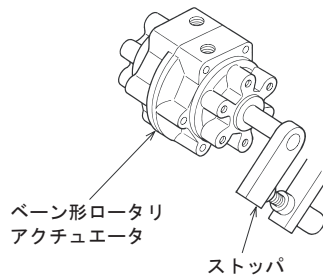

図5
- より精密な揺動角度が必要な場合は外部ストッパを設けてください。外部ストッパは調整式にしておくと角度調整に便利です。また停止精度の確保の点から、できるだけ半径の大きいところに設置することを推奨します。(図5)